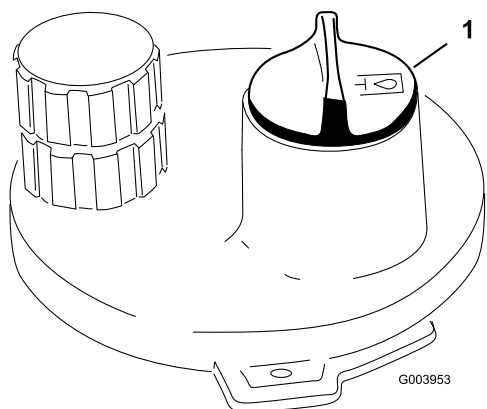

Bild 35
3. Reinigen Sie den Bereich um den Einfüllstutzen und den Deckel des Hydraulikbehälters (Bild 35). Schrauben Sie den Deckel vom Einfüllstutzen ab.